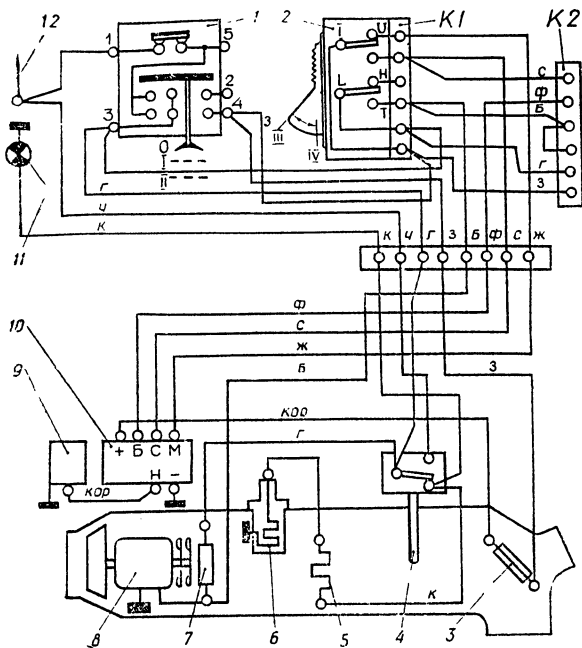

Рис. 82. Схема электрооборудования трехрежимной отопительной установки:
4. В зависимости от положения переключателя 2 режимов работы и соединения с ним штекерных колодок К1 или К2 (рис. 82) отопитель может иметь малую-среднюю или среднюю-полную производительность (см. таблицу).
Отопитель снабжен специальным предохранителем 3 от перегрева (рис. 82), установленным на задней крышке и выполненным из легкоплавкого материала. При перегреве отопителя вставка предохранителя плавится и выключает датчик импульсов тока и электромагнитный насос. Отопитель переходит на режим продувки, срабатывает температурный переключатель 4 и загорается контрольная лампа 11.